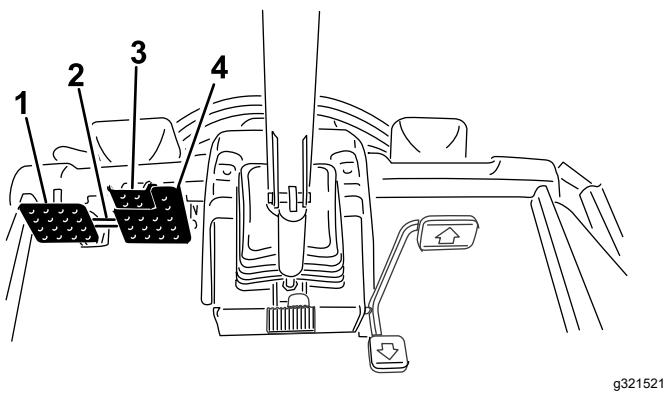

Figura 32
- Desligue a barra de bloqueio dos pedais (Figura 32).